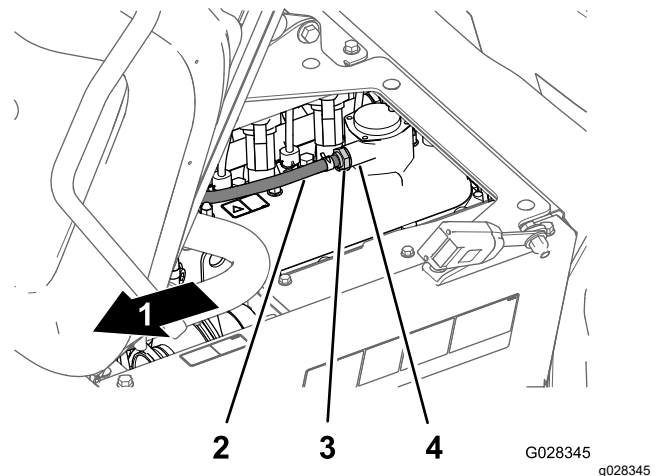

Figura 115
2. Retire la válvula PCV del acoplamiento de la tapa de válvulas (Figura 115).
no está libre y no suena al sacudirse, sustituya la válvula PCV (Figura 115).
4. Introduzca la válvula PCV hasta que quede correctamente asentada en la junta del acoplamiento de la tapa de válvulas (Figura 115).